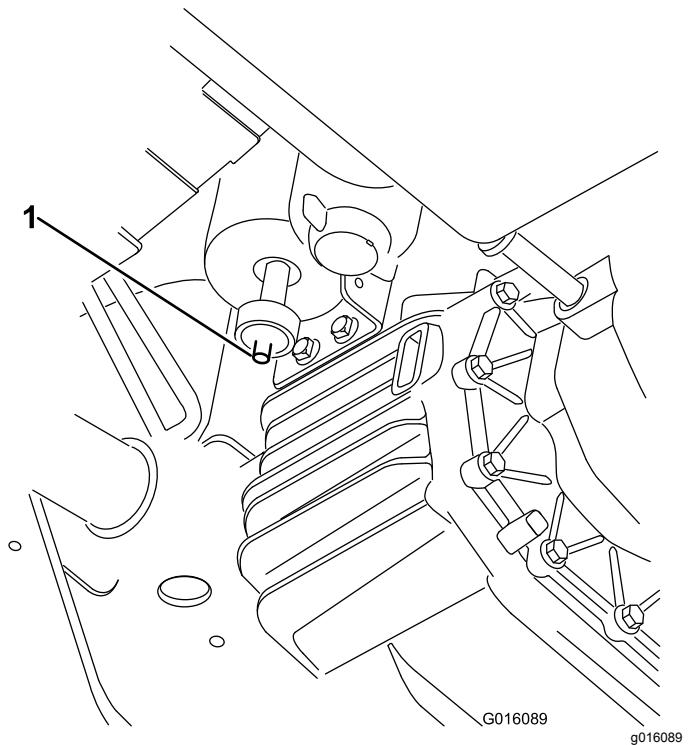

Figura 36
1. Localice el filtro de aire en la parte inferior del cartucho de carbón (Figura 36).